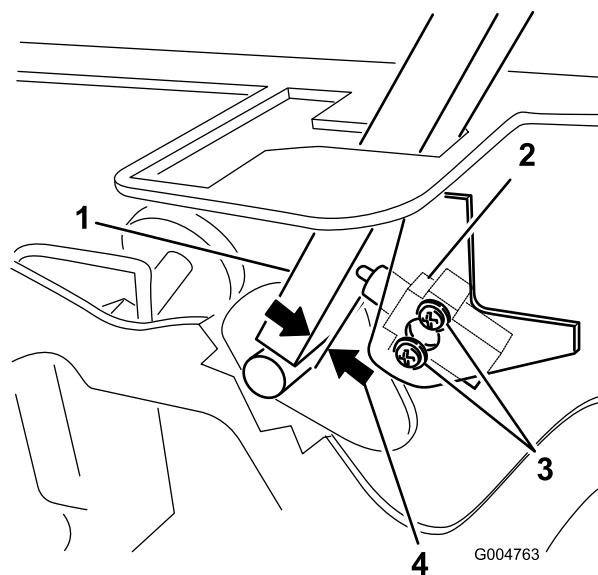

Figura 52
3. Allentate le due viti che fissano il microinterruttore di sicurezza (Figura 52).
4. Tenete la leva di controllo contro il telaio, spostate il microinterruttore verso la leva finché la distanza tra la leva ed il corpo del microinterruttore non è compresa tra 0,4 e 1 mm, come illustrato nella Figura 52.